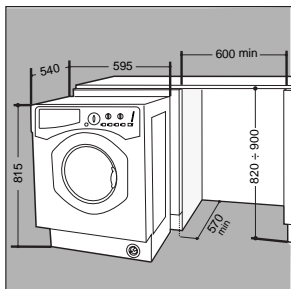

Fig. 6
- Spingere l'apparecchio nell'apertura allineandola con gli altri mobili (**fig. 6**).